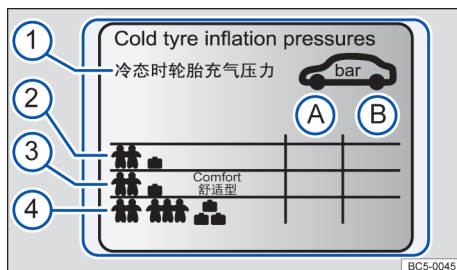

图 144 胎压标牌上的符号
标牌上的数据 → 图 144：
根据车型的不同，标签上可能标有舒适轮胎压力 → 图 144 ③。舒适轮胎压力可以提高行驶舒适性。以舒适轮胎压力行驶时，燃料消耗可能会升高。